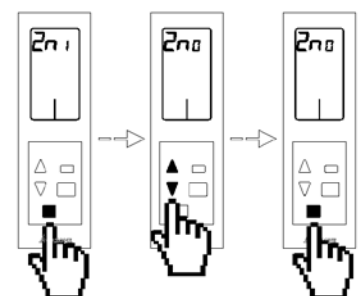

Fig. 98
- **Dirección de zona 2n:** Muestra la dirección de zona configurada. Para modificar el valor de la zona pulse el botón de confirmación , el valor de zona se pondrá a parpadear, esto indica que podemos modificar el valor. Utilice las flechas  $\Delta$ / $\nabla$  para seleccionar el valor 0. Esto reseteará el termostato y las salidas asociadas a éste, dejándolas libres para una nueva configuración. El termostato se irá al menú de configuración rápido (Ver apartado 4.2) para comenzar de nuevo el proceso. Una vez seleccionado el valor correcto pulse el botón de confirmación . Si desea salir del menú pulse el botón salir  para volver al menú anterior. (Fig. 98)